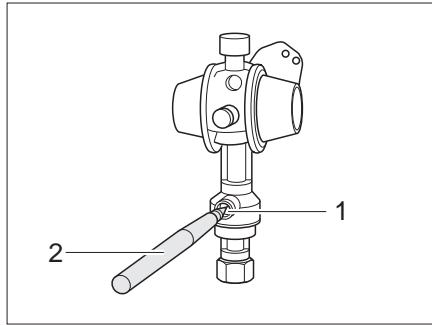

Bild 86 Crash-Sensor
- Mit einem Stift (Bild 86,2) den Entsicherungsknopf (Bild 86,1) mehrere Sekunden eindrücken.